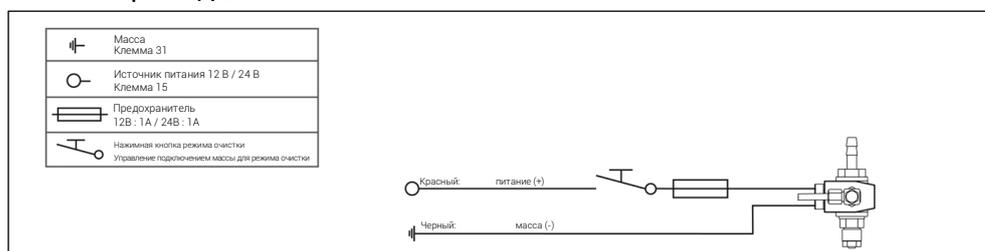
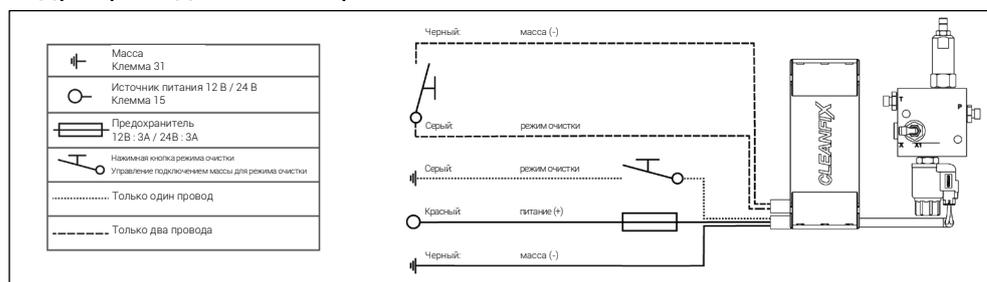

Рис. 62
Рис. 69
Если имеется источник питания с переключателем, защищенным предохранителем (клемма 15) с достаточным напряжением (см. Рис. 62 – Рис. 69), его можно использовать.
- 40) Подключить электронные компоненты к источнику питания машины (см. Рис. 62 – Рис. 69).